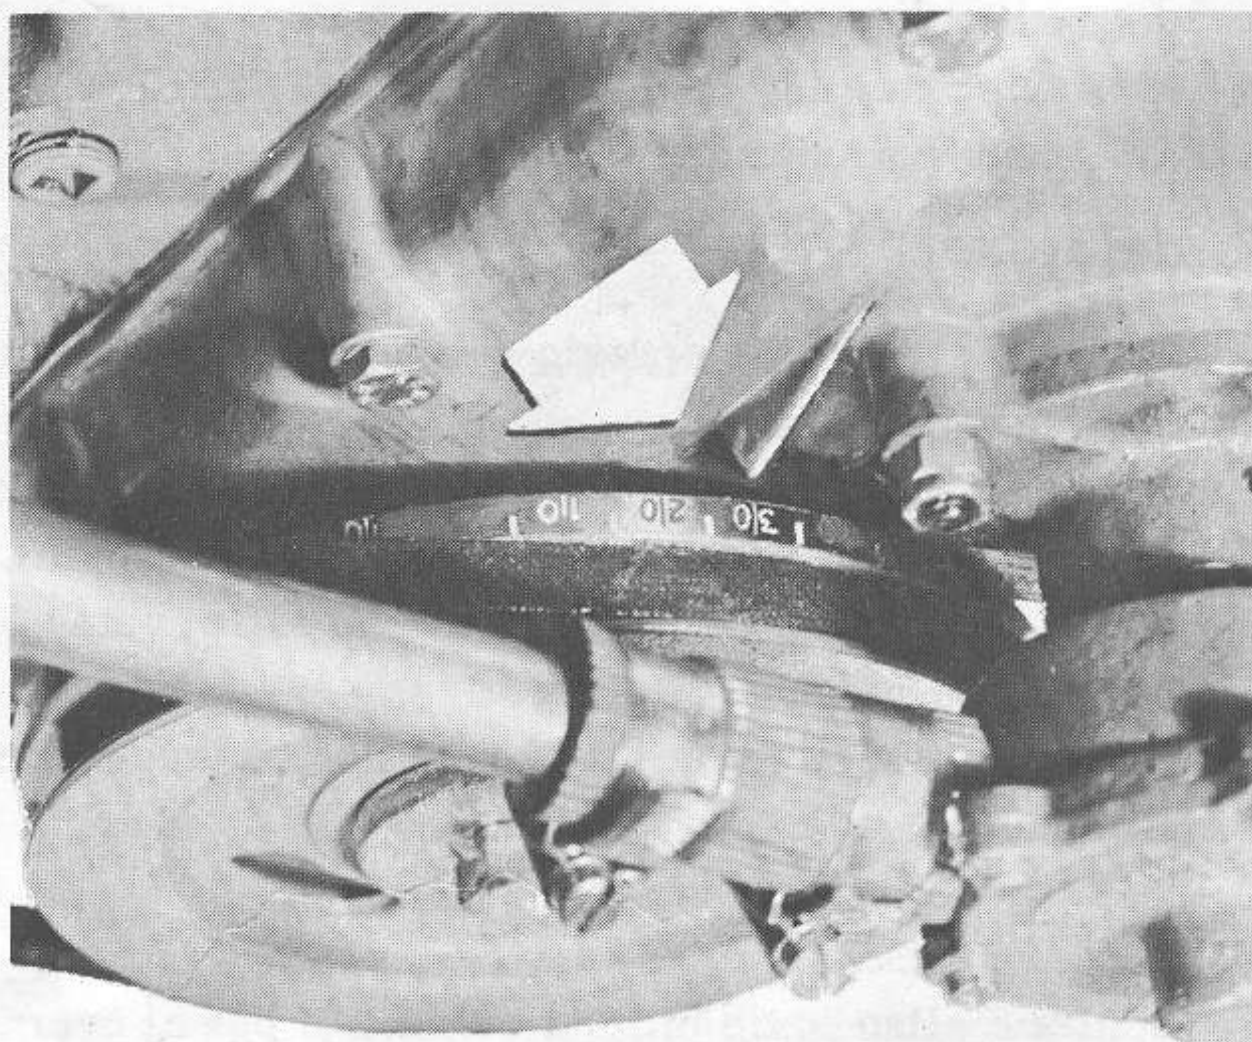

Bild H6 Markering för tändläge (4-cyl. motor)
1. Rengör remskivan alt. svängningsdämparen så graderingen syns, bild H6.